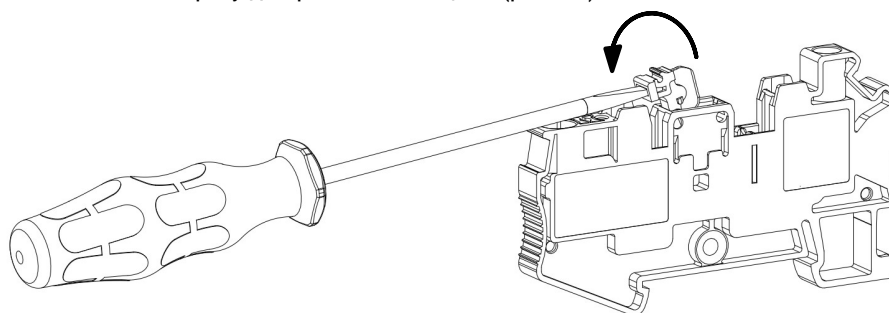

Рисунок 35 – клемма с размыкателем в разомкнутом положении
- Наклоните отвертку для размыкания цепи (рис. 35).